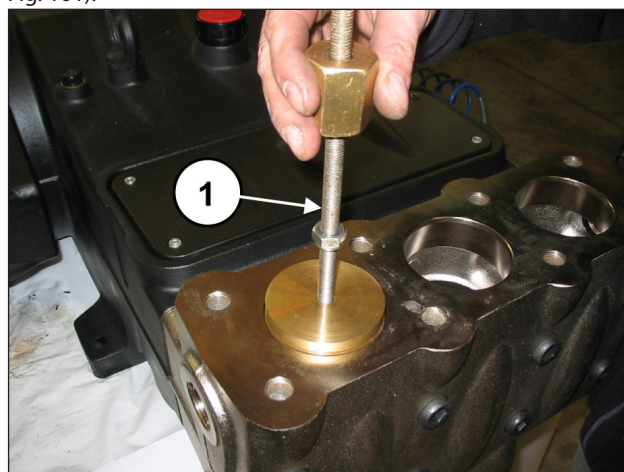

Fig. 101
Extraer el tapón de la válvula introduciendo un extractor de percusión en el orificio M10 del tapón de la válvula (pos. ①, Fig. 101).